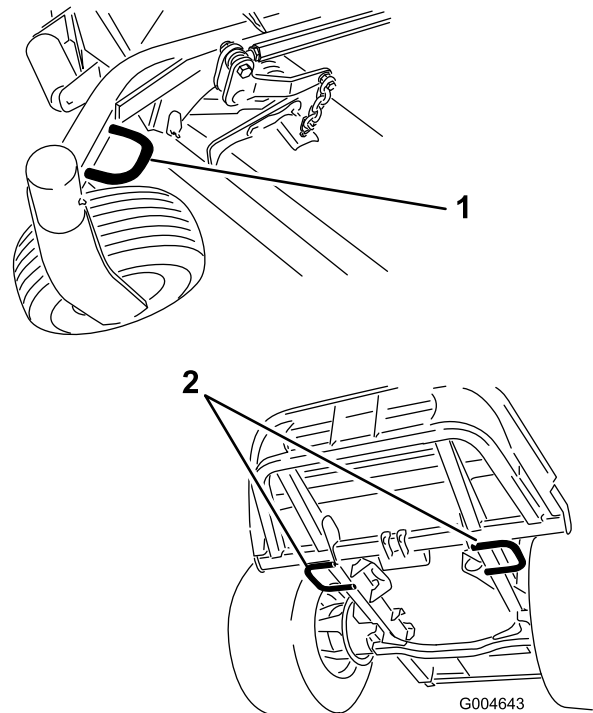

Figura 40
- Prenda bem a máquina ao atrelado ou carrinha com tiras, correntes, cabos ou cordas conforme exigido pelas regras de trânsito da sua área (Figura 40).